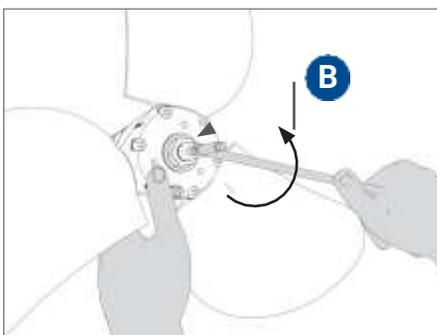

ABB. 34 Lösen der Sicherungsschraube „B“
- Lösen Sie die Sicherungsschraube (falls vorhanden) gegen den Uhrzeigersinn (Abb. 34).